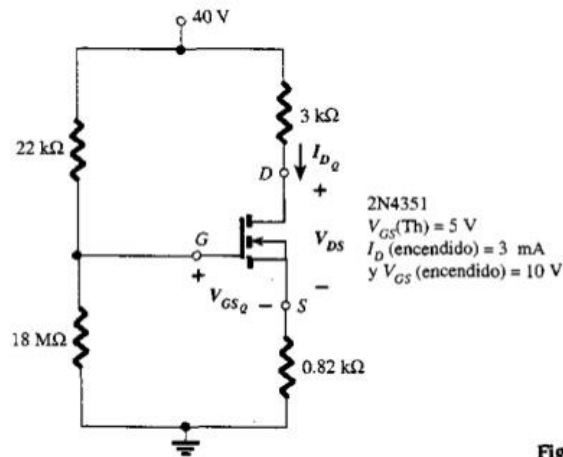

Figura 1
Un circuito básico a transistor como el ilustrado en la Figura 1 a), conforma un circuito inversor; es decir que su salida es de bajo nivel cuando la señal de entrada es alta y viceversa.
El mismo está calculado de manera que el transistor esté en la zona de corte (punto B) o saturación (punto A), Figura 1 d), dependiendo si el valor de la función de entrada vale 0 ó +V, respectivamente. Trabajando de esta manera el transistor se comporta como un interruptor controlado, realizando transiciones entre la saturación y el corte.
Cuando el transistor está al corte no fluye corriente y el interruptor está abierto (Figura 1 c), cuando el transistor está saturado fluye la máxima corriente de colector y el interruptor está cerrado (Figura 1 b).
**Figura 1:** Circuito de conmutación básico: a) Configuración. b) Llave cerrada (punto A). c) llave abierta (punto B). d) Recta de carga y puntos de funcionamiento.